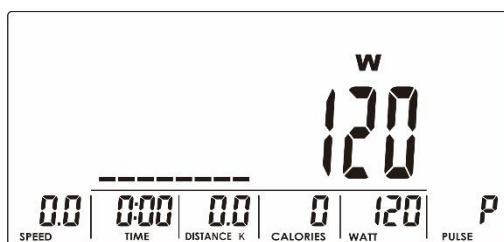

Bild 15
2. Använd UPP eller NER (kodare) för att ställa in effektmål (WATT, standard: 120, Bild 15)